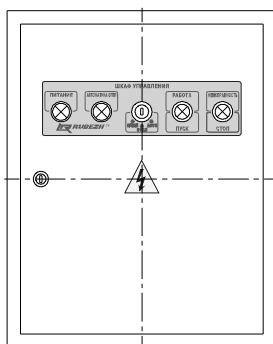

Рисунок 3 – Внешний вид ШУВ
5.2 На лицевой стороне ШУВ расположены индикаторы и органы управления (см. рисунок 3). В основании корпуса предусмотрено три кабельных сальниковых ввода для подключения ШУВ